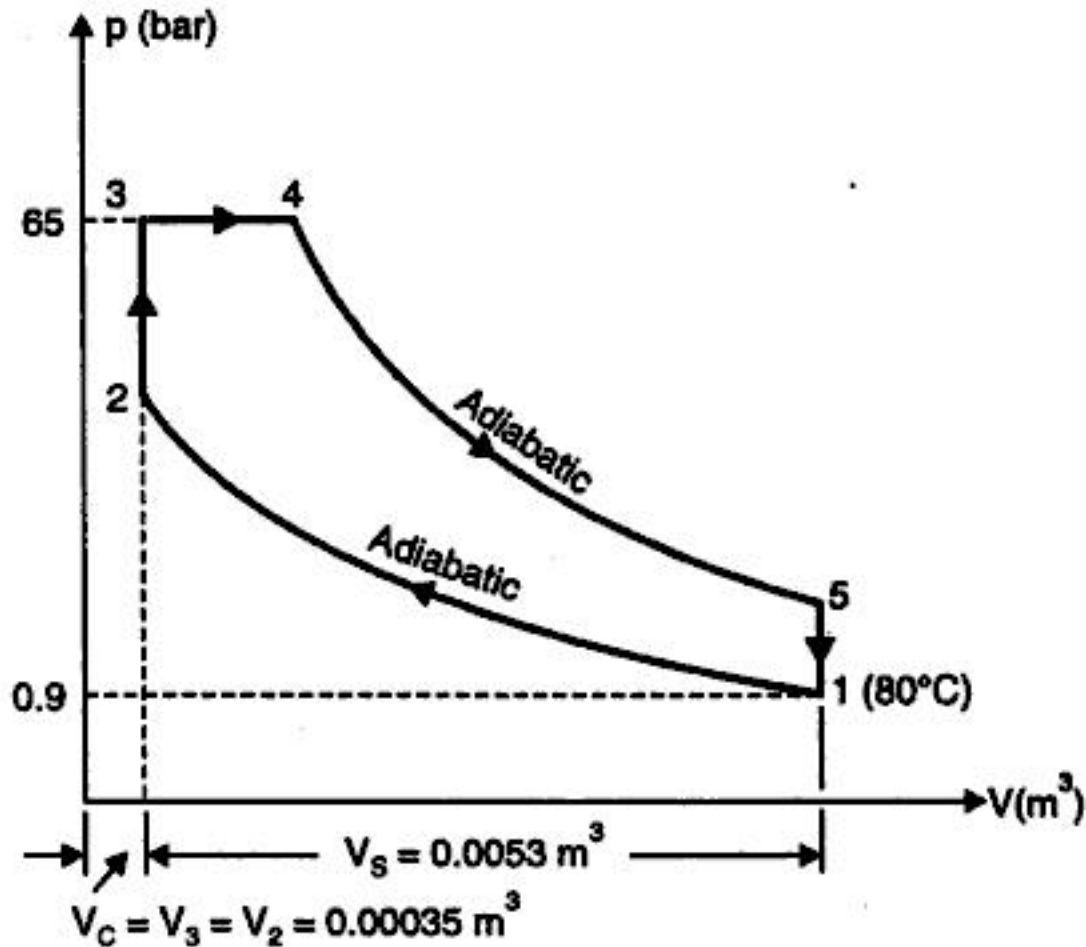

Fig. 3.20
**Solution.** Refer Fig. 3.20.